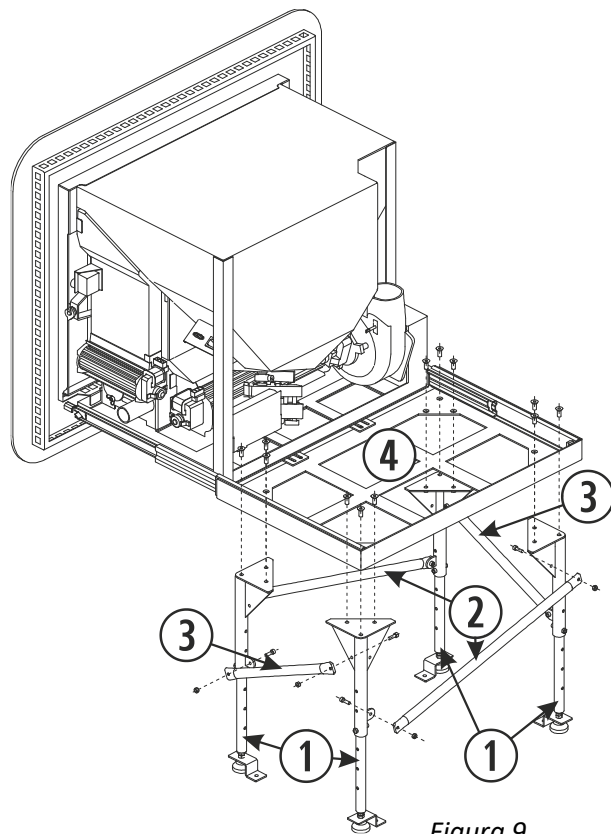

Figura 9
- 4.14.** Juntar 4 pés formando um rectângulo, com os reforços laterais e frontais, como indicado na *figura 9*. Abrir os guias da estufa, de forma a podermos aceder aos pontos de ancoragem dos pés na base da estufa. A ordem de montagem da estufa sobre os pés dependerá das necessidades do instalador, podendo fixar os pés na sua localização final e montar mais tarde a base da estufa aos pés; ou então montar o conjunto estufa-pés e posteriormente colocá-la no local e fixá-lo com os pés no solo. **Obrigatório** aparafusar os pés ao solo.
①	Pé.
②	Reforço frontal e traseiro.
③	Reforço lateral.
④	Base da estufa.